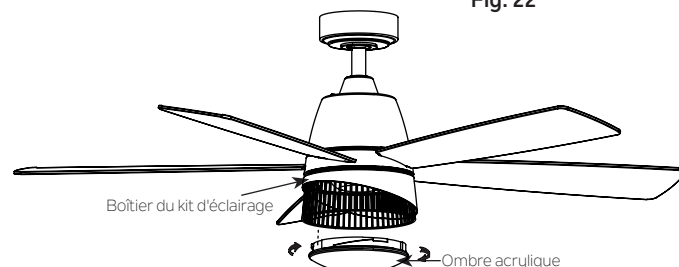

Fig. 23
Étape 4: Sécuriser l'ombre acrylique sur la plaque d'éclairage en tournant dans le sens horaire, tourner progressivement l'ombre acrylique jusqu'à ce que ça s'insère dans la plaque d'éclairage. Ne pas trop serrer (Fig 23).